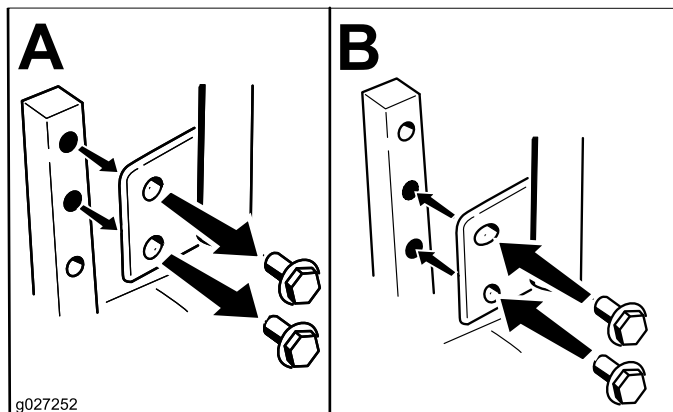

Рисунок 10
Вы можете установить рычаги управления движением выше или ниже для максимального удобства (Рисунок 10).
2. Ослабьте нижний болт только в такой степени, чтобы можно было наклонить рычаг управления вперед или назад (**Рисунок 10**).